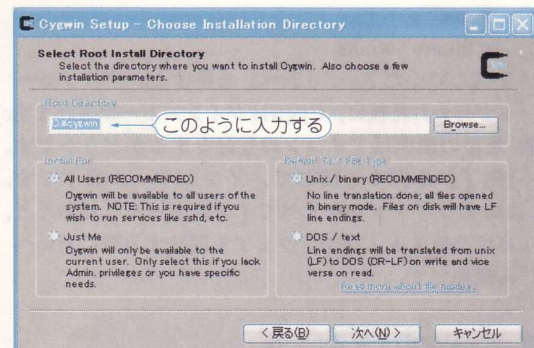

図8 Cygwinのインストールその1
① CygwinのWebサイト⁽³⁾からsetup.exeをダウンロードします。
② setup.exeをダブル・クリックすると、インストーラが起動します。[次へ]をクリックすると、Choose A Download Sourceと聞かれるので、[Install from Internet]を選びます。
③ 次の画面のRoot Directoryには、C:\cygwinと入力します(図8)。